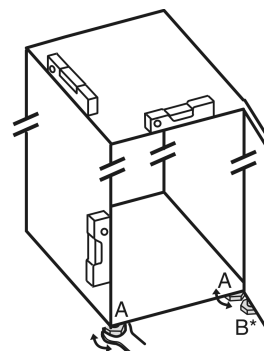

Fig. 19
- ▶ Stellfüße Fig. 19 (A) mit beiliegendem Gabelschlüssel und mit Hilfe einer Wasserwaage herausdrehen, bis das Gerät fest und ebenstehend ausgerichtet ist.
- Stellfuß Fig. 19 (B) am Lagerbock mit beiliegendem Gabelschlüssel herausdrehen, bis er auf dem Boden aufliegt.
- Stellfuß Fig. 19 (B) maximal um 90° weiter drehen, um eine Beschädigung der Tür zu vermeiden.